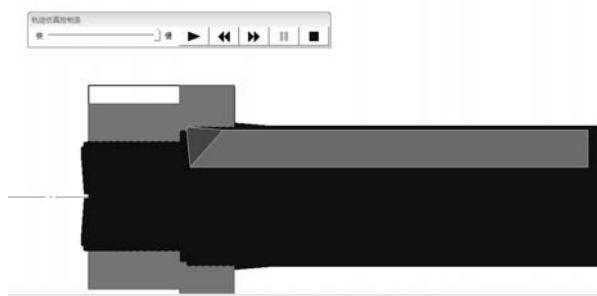

图 6-78 粗车加工内孔轨迹仿真结果
(5) 轨迹仿真 轨迹仿真是对已有的加工轨迹进行加工过程模拟，以检查加工轨迹的正确性。选择下拉菜单“数控车”→“轨迹仿真”命令，或直接单击数控车工具栏中的“轨迹仿真”按钮，系统在“命令提示”栏中显示“拾取刀具轨迹”，然后单击立即菜单，在立即菜单选项中选择“二维实体”与“缺省毛坯轮廓”，并设定步长为 2。单击已经生成的加工轨迹，轨迹变成红色表示被选中，然后单击右键结束选取，系统便弹出仿真控制条，按开始键开始仿真。仿真过程中可进行暂停、上一步、下一步、终止和速度调节操作，如图 6-78 所示。如果仿真结果不是很理想，可以通过修改参数来改变。